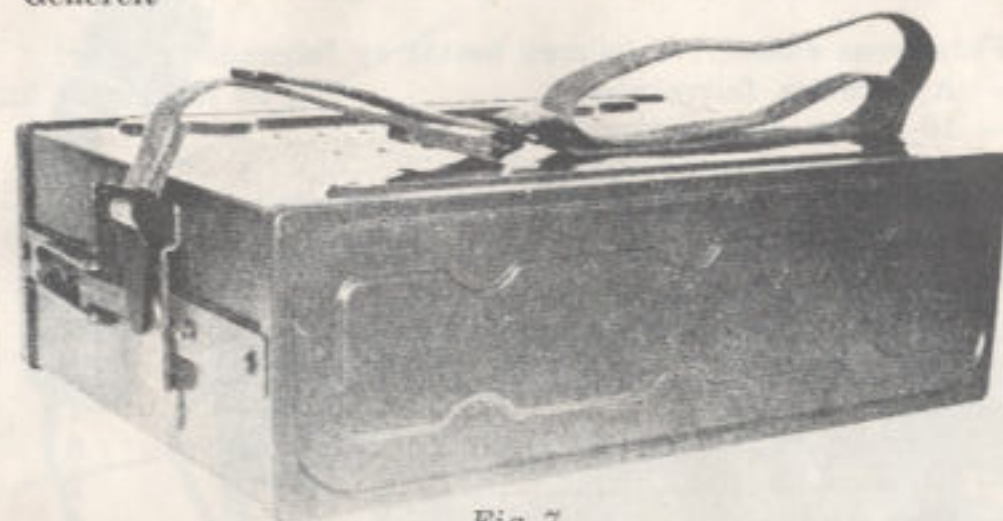

Fig 7
3. *Veksler og automatlinjeeenhet.* Feltveksleren (fig 7) er bygd inn i en robust kasse forsynt med feste for løse bæreremmer. Under transport blir for- og baksiden utstyrt med ståldeksler, slik at veksleren er godt beskyttet mot støt. Dekslene er også utstyrt med gummipakninger og har en felles låseanordning, som gjør veksleren støv- og regnsikker. Inne i kassen er vekslerens forskjellige enheter festet til baksiden ved hjelp av en 8-punkts stikk-kontakt.